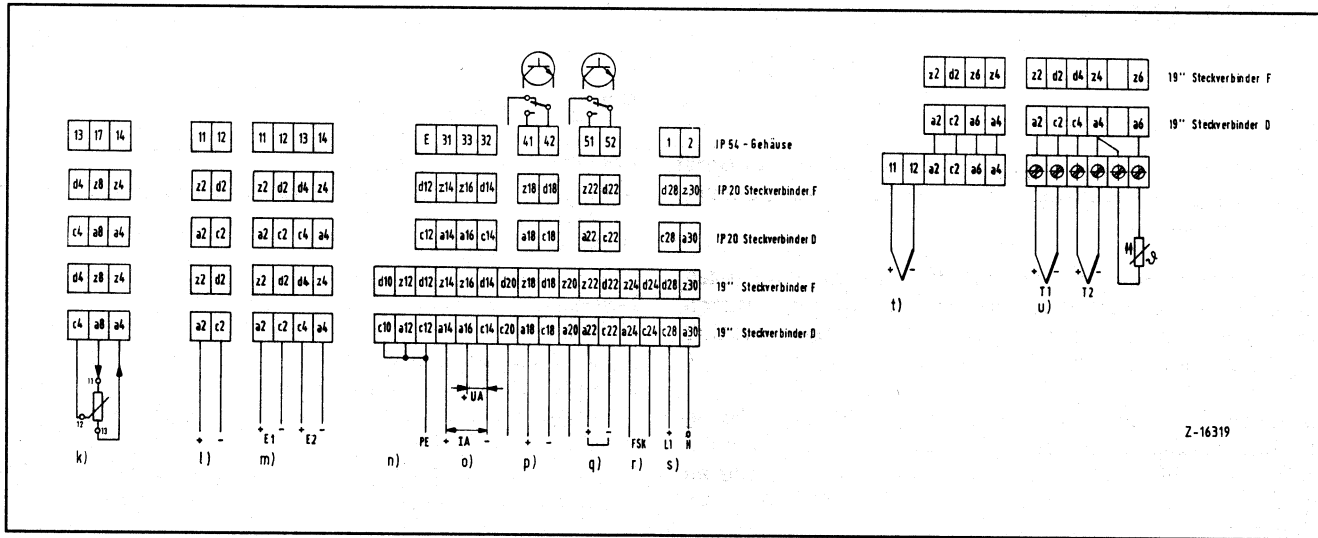

Bild 8.2 Anschlußplan
FSK-Bus – Parallelschaltung (max. 21 Geräte) der Anschlüsse, Bild 8.2, Pos. r).
- f) Thermoelement- oder Spannungsmessung mit interner Vergleichsstelle (19"-Steckkarte: siehe Bild 8.2)
- h) Thermoelement- oder Spannungsmessung in Summe, Differenz oder Mittelwert mit interner Vergleichsstelle (19"-Steckkarte: siehe Bild 8.2)